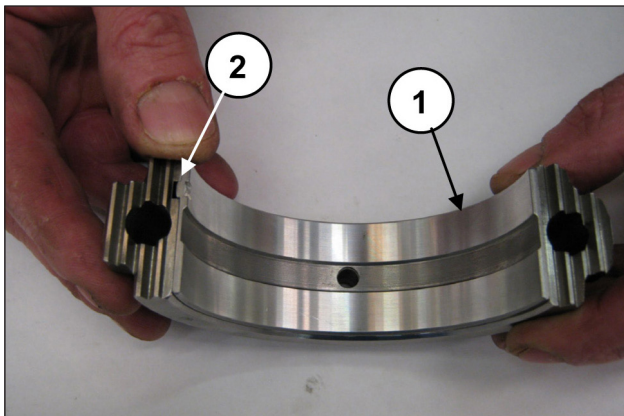

Fig. 67
Aplique os semi-rolamentos inferiores nas capas (pos. ①, Fig. 67) verificando se a lingueta de referência dos semi-rolamentos está posicionada no compartimento apropriado na capa (pos. ②, Fig. 67).